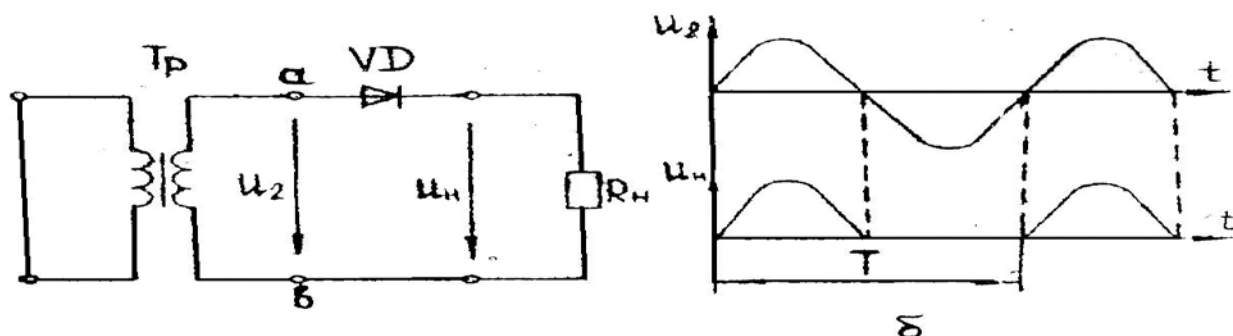

Рис. 5.1. Схема (а) и временные диаграммы напряжения (б)
**1. Схема однополупериодного выпрямителя** с трансформатором приведена на рис. 5.1,а